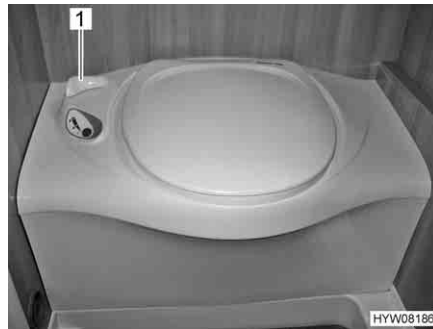

Fig. 247 Toilette Thetford
- Prima di tirare l'acqua, aprire il cursore della toilette Thetford. A tal fine ruotare la leva del cursore (Fig. 247,1) in senso antiorario.
- Dopo aver tirato l'acqua chiudere il cursore. Ruotare la leva del cursore (Fig. 247,1) in senso orario.